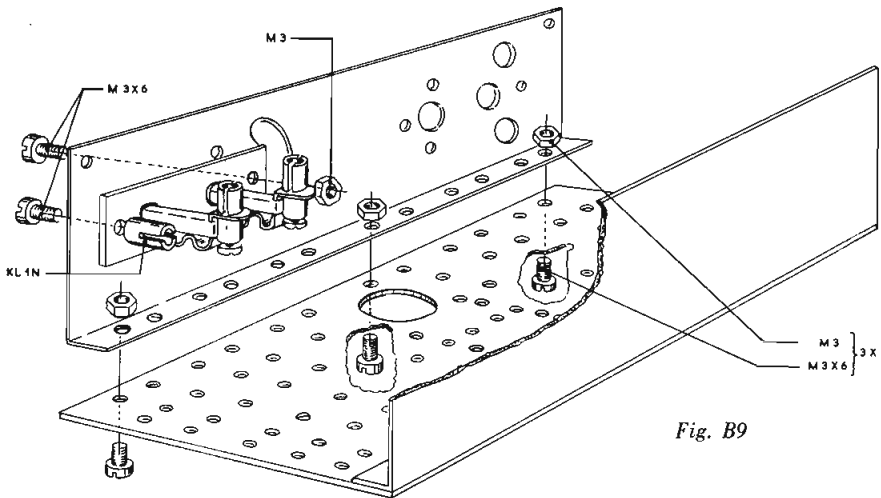

Fig. B9
6. Nu gaan we deze stekerbuisplaat vastzetten aan de tweede metalen montageplaat. In figuur B9 is aangegeven, hoe de stekerbuisplaat moet komen te zitten: de koppen van de boutjes, waarmee je zojuist de draadklemmen hebt vastgezet, moeten naar de omgebogen rand van de montageplaat wijzen. Eén zijde van de stekerbuisplaat wordt vastgezet met een kort boutje en een bijbehorend moertje, aan de andere zijde komt een klem met één gleuf (KL 1 N) met een kort boutje.
7. De tweede metalen montageplaat kan nu worden vastgezet aan de bruine isolatieplaat. Gebruik hiervoor de laatste drie korte boutjes met moertjes (figuur B9).